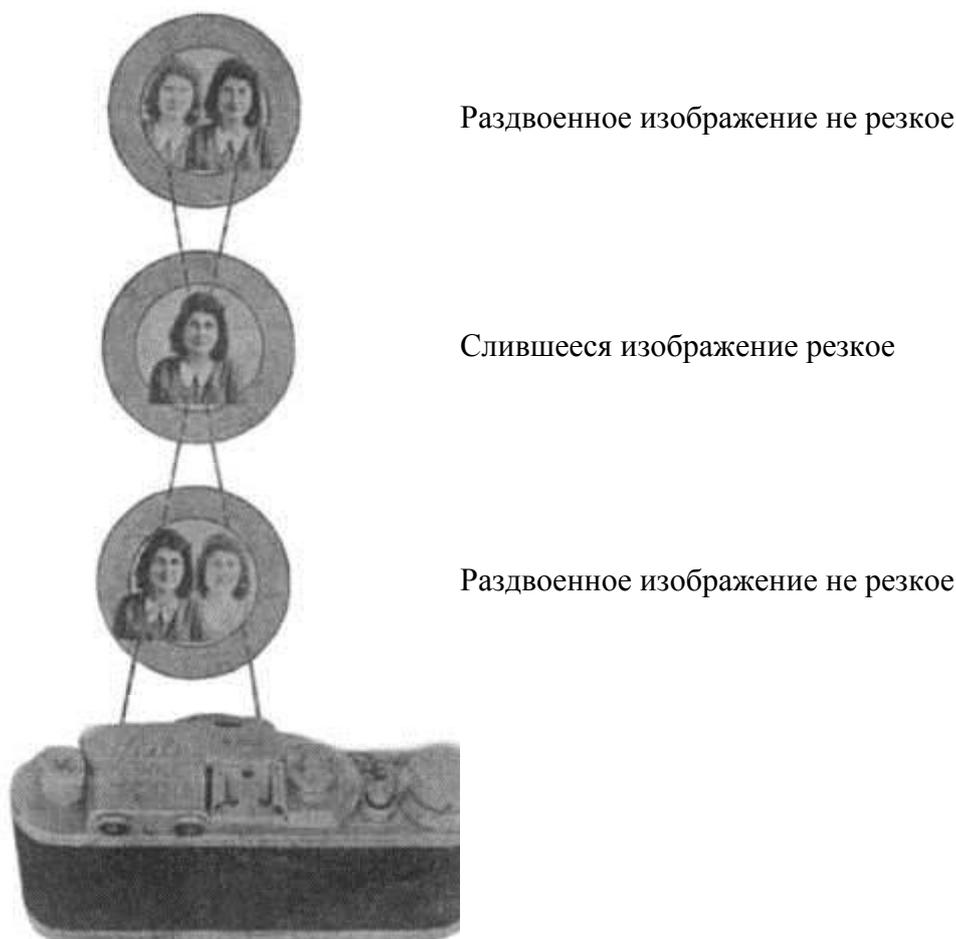
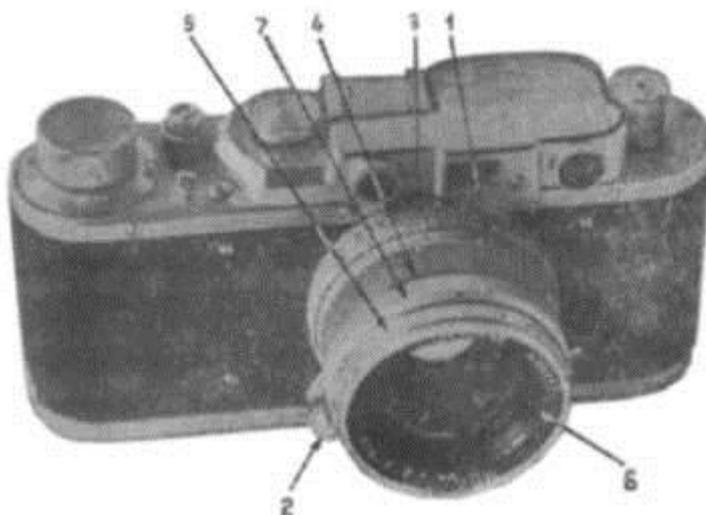

Рис. 18
Рис. 20
Выведя поводок из зацепления, поворачивайте им объектив, наблюдая глазом за изображениями предмета в центральном (красноватом) поле дальномера (рис. 18).
В этом случае нажмите кнопку поводка (2) рис. 20, выведя поводок из зацепления, поверните его, наблюдая глазом за изображением предмета в центральном (красноватом) поле дальномера рис. 18. Изображения будут сближаться. Продолжайте поворачивать поводок до